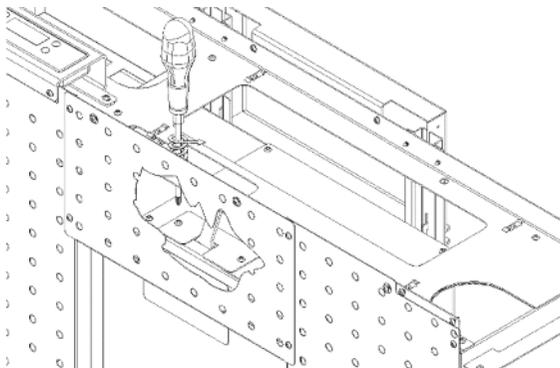

Figura 80 - Remoção tampo de bloqueio
n) Concluída a montagem elétrica e antes de proceder a montagem da lateral, deve-se retirar a patilha de bloqueio do registo de ar canalizável, desapertando os parafusos que à fixa a câmara de combustão tal como demostra a Figura 80.